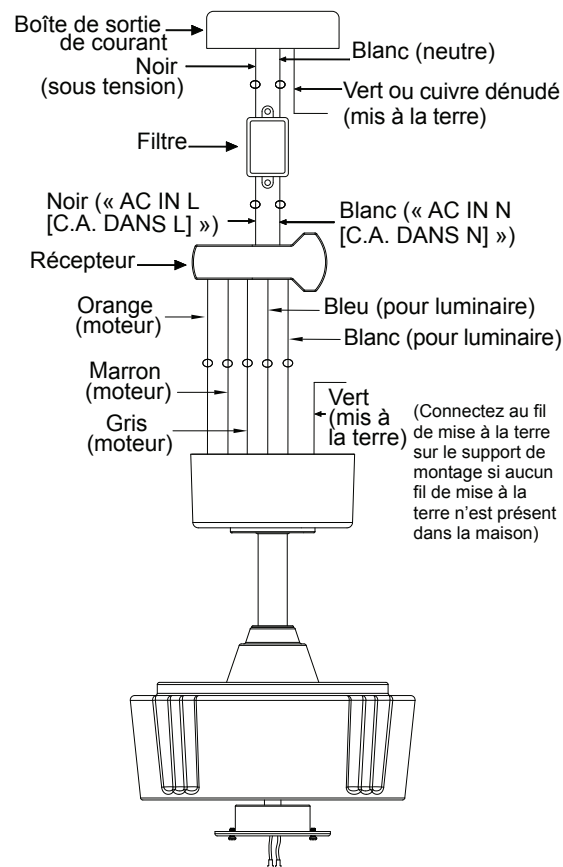

Fig. 14
A. Connexion des fils du ventilateur (Fig. 14)